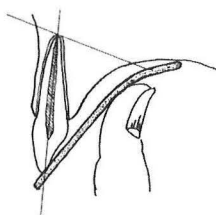

図1. 指による Film の曲がり強く
- ・強く押さえすぎて、フィルムが弯曲する場合がある (図1)